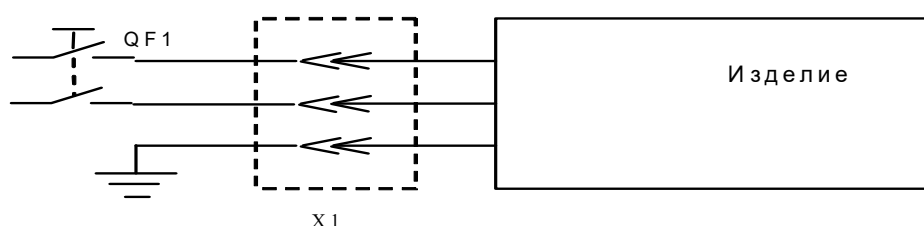

Рис.2. Схема подключения изделия к электросети
6.2. Панель управления представлена на **Рис.2**.